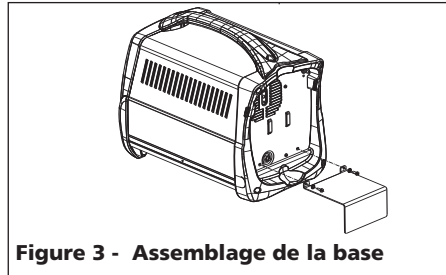

Figure 3 - Assemblage de la base
3. Fixer la base de la bouteille au modèle tel qu'indiqué (Fig. 3).